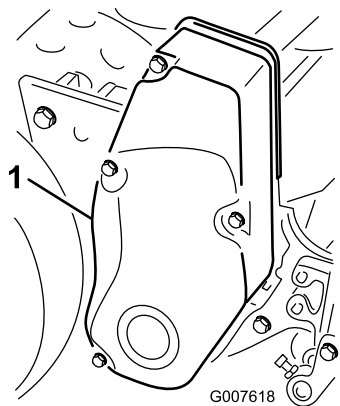

図 34
1. ベルトカバー取り付けネジを外してカバーを取り、ベルトを露出させる（図 34）。